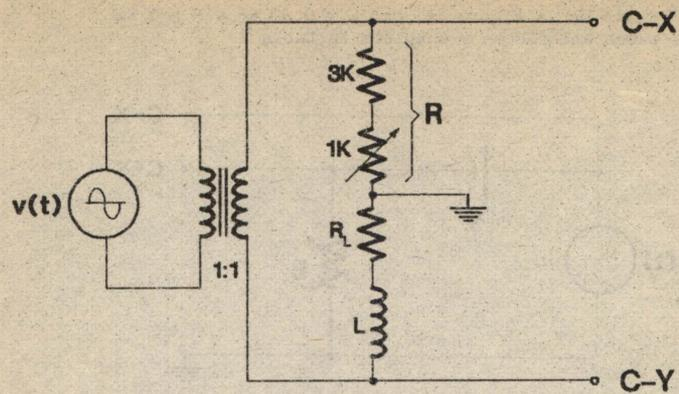

Figura 15
Arme el circuito de la figura 15, con $L = 50 \text{ mH}$.
- 7.- Dibuje las señales observadas correspondientes a la figura 15. Indique claramente voltajes, frecuencia, desfasamiento.
- 8.- Dibuje la figura observada en el plano X - Y y determine el desfasamiento medido de la figura 15.